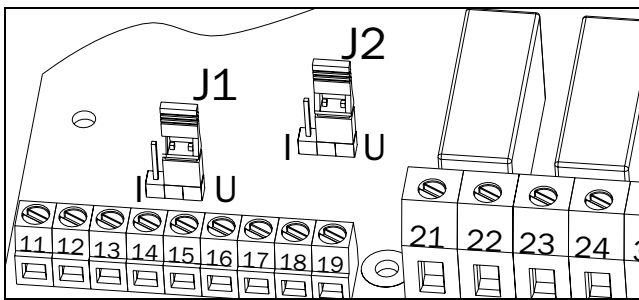

Fig. 52 Instelling van de stroom- of spanningsuitgang.
2. Zet jumper J2 op de printplaat in de spannings- (U) of stroom- (I) signaalstand. De fabrieksinstelling is spanning (U). Zie Fig. 52, pagina 52 en Fig. 24, pagina 28.